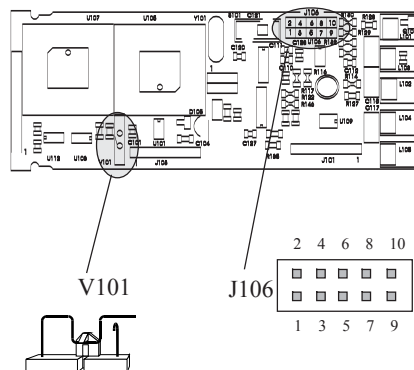

Fig. 13
- 2) Impostare il ponticello interno V101 in condizione aperta (vedere fig. 13).